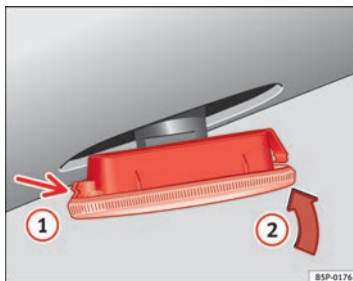

Abb. 173 Seitliche Blinker
- Setzen Sie den Blinker durch Einrasten der Halterungen (1) ⇒ Abb. 173 zuerst in die Aufnahme in der Karosserie und anschließend in Pfeilrichtung (2) ⇒ Abb. 173 ein. ■